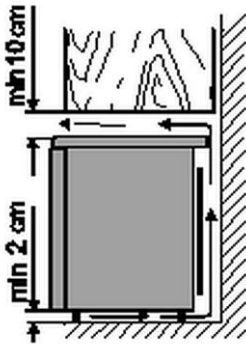

Abb. 2: Ansicht seitlich
- Halten Sie einen Mindestabstand von 10 cm zwischen der Oberseite des Gerätes und sich darüber befindlichen Gegenständen (z. B. Schrank) (Abb. 2).